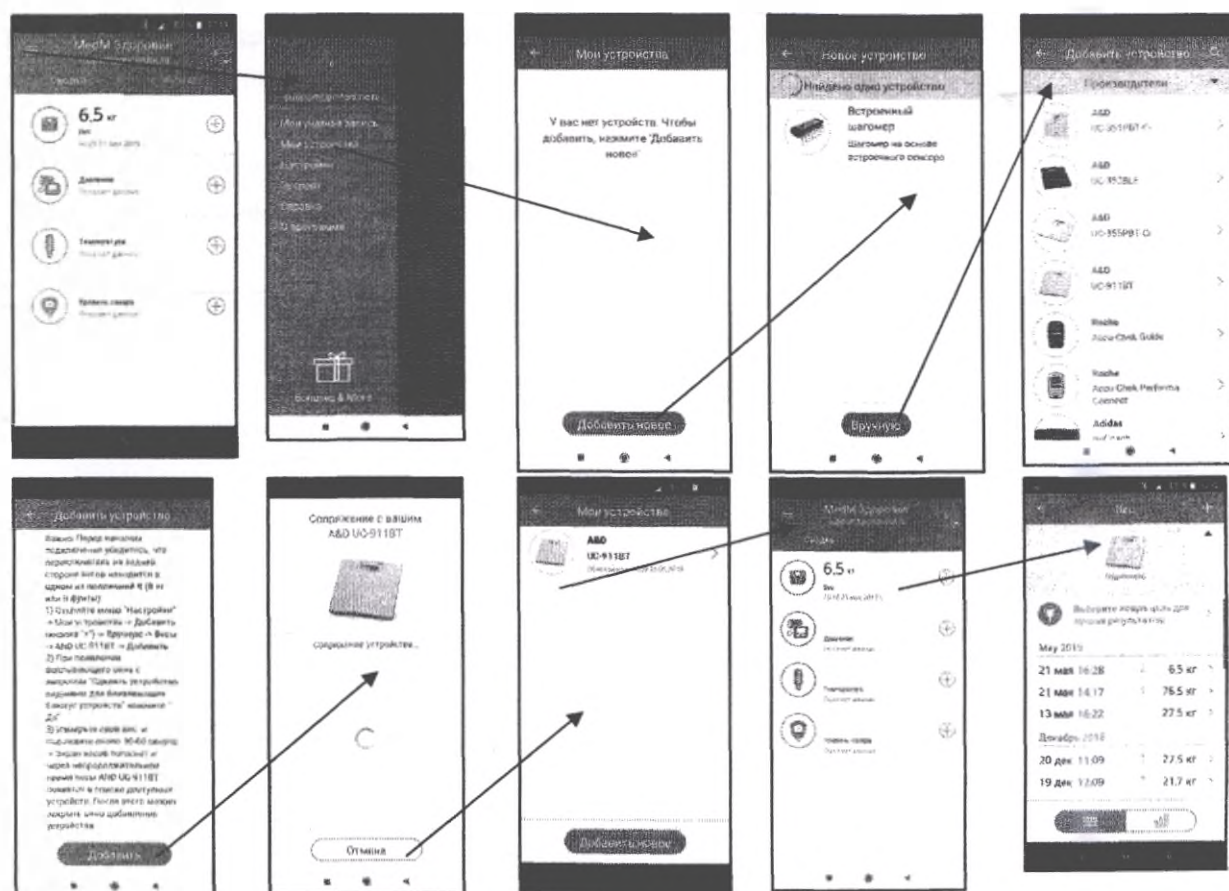

Рисунок 15. – Настройка устройства.
3. В открывшемся на принимающем устройстве главном меню необходимо совершить следующие действия: войти в настройки / мои устройства / добавить новое / вручную / выбрать UC-911BT / произвести измерение на весах/добавить / вернуться в меню (рисунок 15).